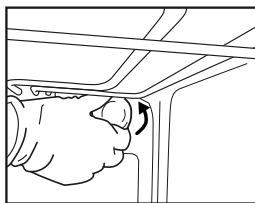
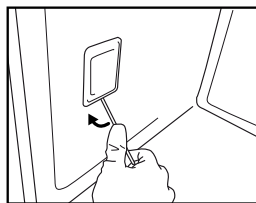

Рис. 6
Рис. 7
2. Выкрутите плафон (Рис. 6), замените лампочку (тип лампочки указан в примечании) и вкрутите плафон снова (Рис. 7).
3. Снимите крышку лампы с помощью отвертки (Рис. 7).